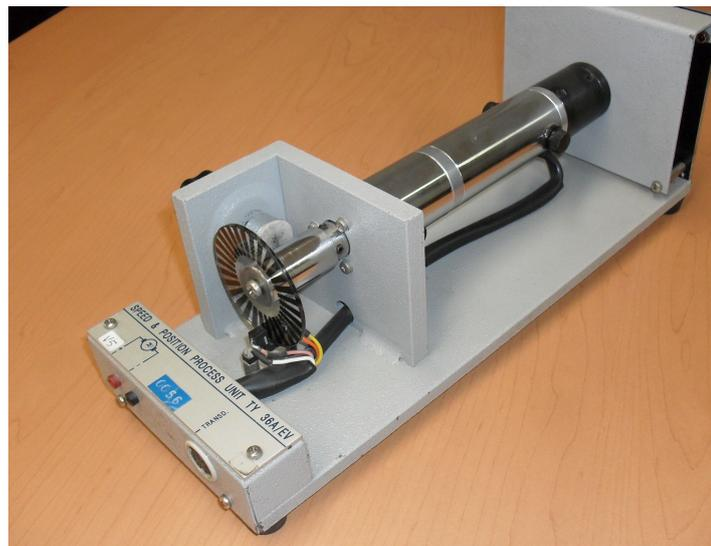

Figura 63: Unidad Exterior.
- Unidad Exterior de Generación de la magnitud física *TY36/EV*, ver figura 63.